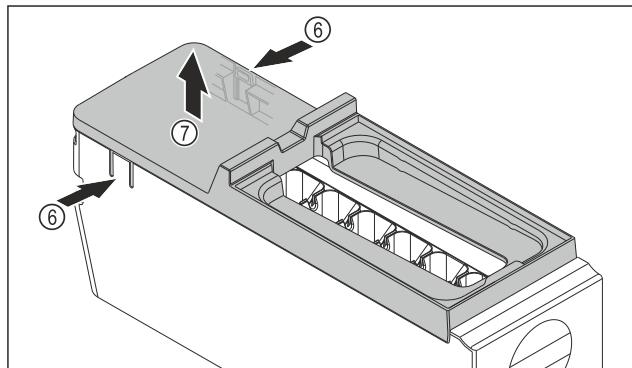

Fig. 118
- Зняти кришку з корпусу EasyTwist-Ice: натиснути однією рукою на накладки Fig. 118 (6) з обох боків корпусу EasyTwist-Ice.
- Зняти кришку Fig. 118 (7), потягнувши її вгору іншою рукою.